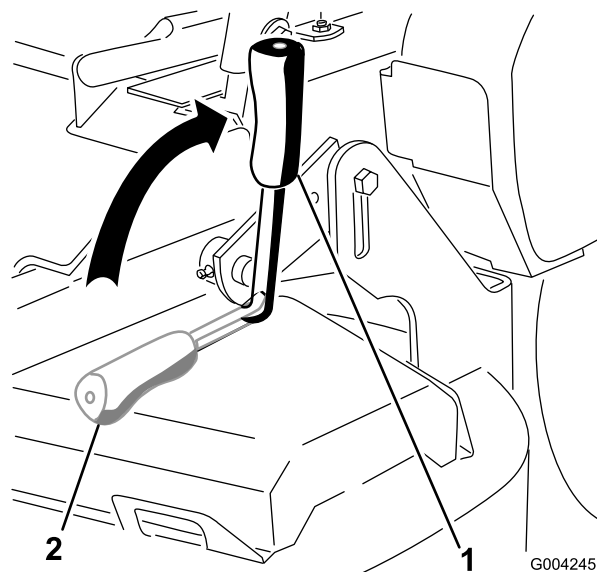

Figura 9
2. Alzate la leva del freno di stazionamento e tiratela indietro per innestare il freno (Figura 9). La leva del freno di stazionamento deve rimanere saldamente innestata.
Spingete in avanti ed abbassate la leva del freno di stazionamento per rilasciare il freno (Figura 9).